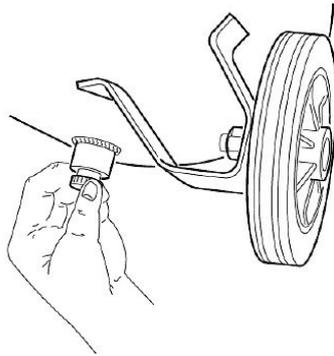

Abb. 16: Entwässerung
Schritt 4: Lassen Sie das Kondenswasser ab, indem Sie das Ventil öffnen, welches sich unter dem Behälter befindet (Abb. 16). Schließen Sie das Ventil wieder, sobald nur noch reine Luft, ohne Kondenswasser austritt. Für diese Arbeit sind Schutzhandschuhe zu tragen. Zum Auffangen des Kondenswassers empfiehlt es sich, ein flaches Gefäß zu verwenden.